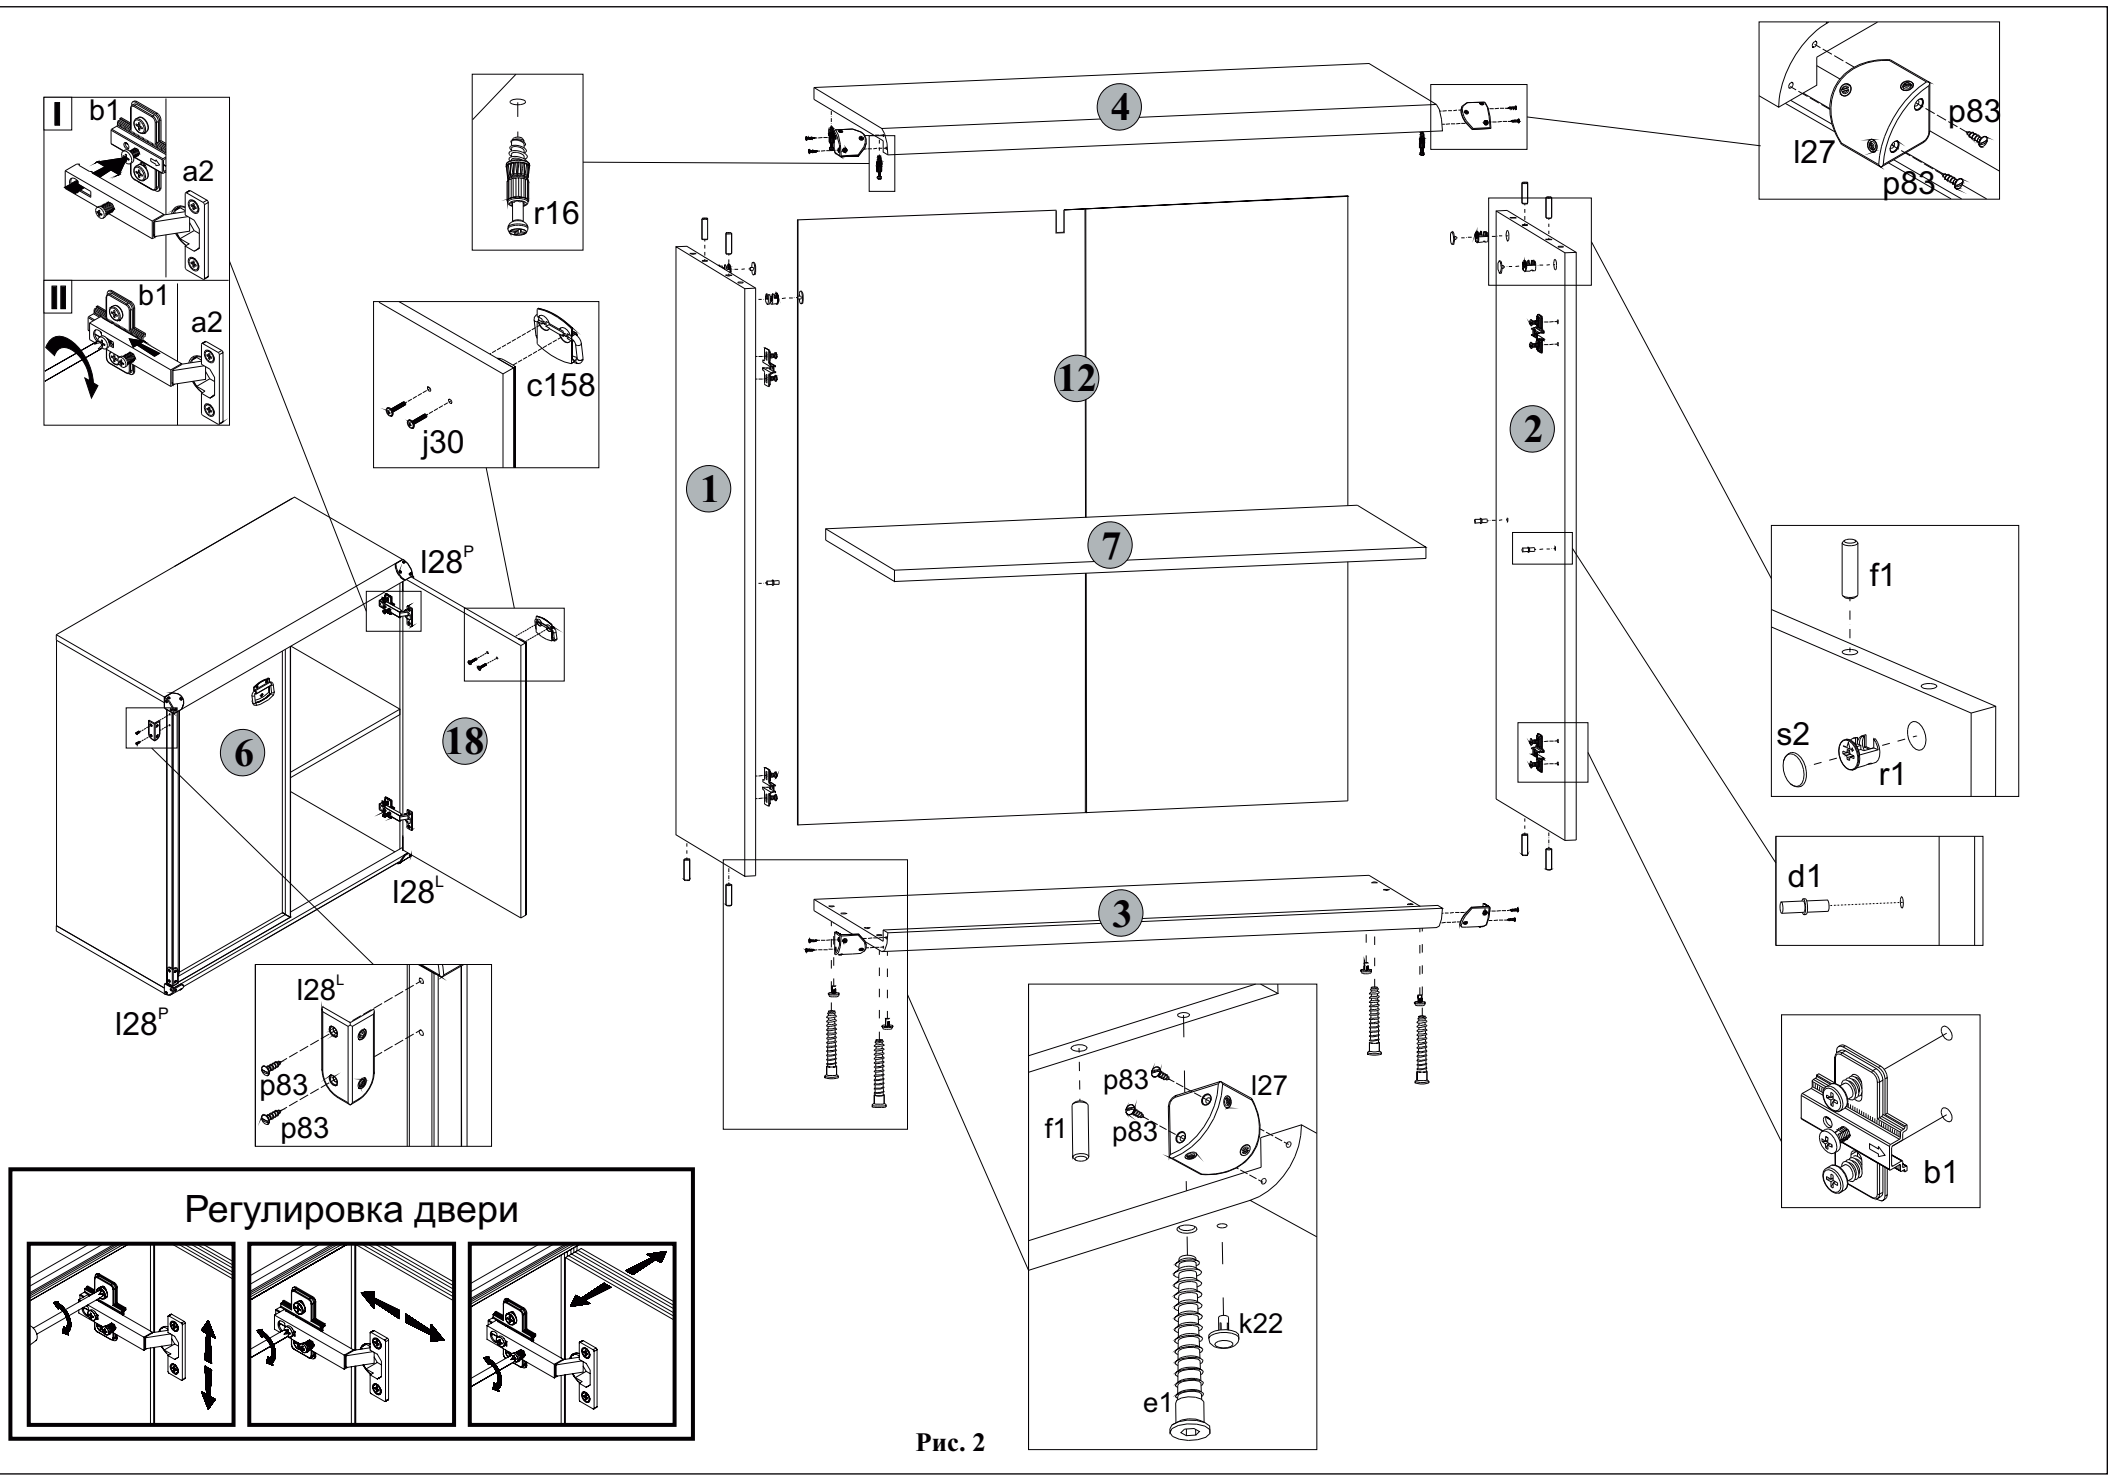

Рис. 2
- 5.9 К стенкам боковым **1 и 2** присоединить щит нижний **3** и стянуть еврошурупами **e1**, пользуясь специальным ключом **z1** из комплекта фурнитуры (**см.рис. 2**).
- 5.13 Положить двери **6 и 18** фасадной поверхностью вниз на ровную поверхность. Закрепить на дверях петли шарнирные **a2**, пользуясь крестообразной отверткой (**см.рис.2**).
- 5.14 Навесить двери на корпус тумбы, совместив петли шарнирные **a2** с направляющими петель **b1** (**см.рис.2**). При необходимости отрегулировать положение дверей вращая регулировочные винты, как показано на **рисунке 2**.
5.2 В отверстия диаметром **8 мм** на верхних и нижних кромках стенок боковых **1 и 2** вбить деревянные шканты **f1** (**см.рис. 2**).
5.5 На внутренних поверхностях стенок боковых **1 и 2** в отверстия диаметром **15 мм** вставить стяжки эксцентриковые **r1** (**см.рис. 2**).
5.6 В отверстия диаметром **5 мм** на нижней поверхности щита верхнего **4** вкрутить винты стяжки **r16**, пользуясь крестообразной отверткой (**см.рис. 2**).
5.7 В отверстия диаметром **4,5 мм** на нижней поверхности щита нижнего **3** вставить опоры полимерные **k22** (подпятники) (**см.рис. 2**).